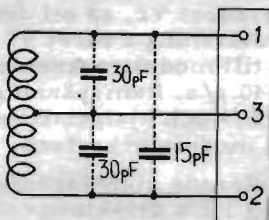

Bild 16. Egenkapacitanser i pejlramen
- 33 Pejlramen består av en spole (24 varv) med mittuttag, som är jordat. Spolen är lindad på ett laminat-rör med diametern 101,5 mm och längden 103 mm. Spolens induktans är $42 \mu\text{H}$ och dess egenkapacitans är fördelad enligt bild 16. Pejlramen är monterad på ett ramhus, som innehåller snäckväxel, korrektionsanordning och syngonelement. Vid pejling vrids ramen runt av en axel från omformaren. Denna axel roterar med ca 72 r/m när ramen söker upp pejllminimum. I snäckväxeln reduceras detta varvtal så att pejlramen roterar ett varv på 10 sekunder.